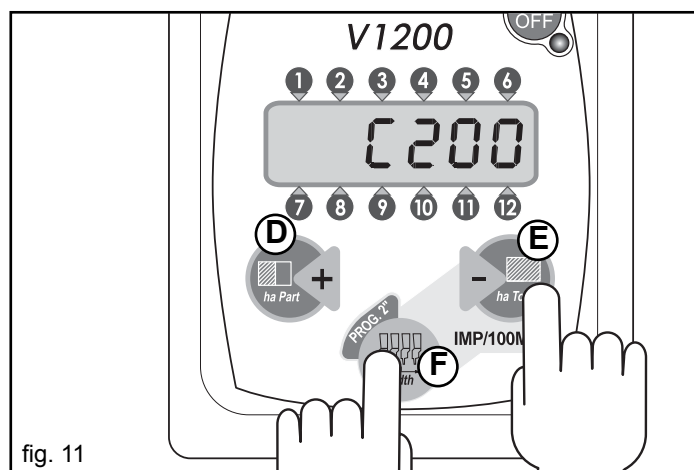

fig. 11
Cu monitorul pornit, țineți apăsată în același timp tastele (F) și (E) (Fig. 11), va apărea litera "C" pâlpâind, urmată de valoarea programată. Lăsați tastele și apăsați din nou pe rând tastele (D) și (E) pentru a mări respectiv a diminua valoarea programată. Ajungând valoarea dorită, țineți apăsată tasta (F) pentru a confirma valoarea, până când pe ecran va apărea lățimea de lucru. Pentru valoarea constantei **C** care trebuie introdusă manual, consultați tabelul de mai jos:
- 2) Vizualizați constanta **C** apăsând simultan tastele (F) și (E) (Fig. 11), iar pentru a începe calculul apăsați simultan tastele (D) și (E) (Fig. 11) până la aducerea la zero a ecranului, apoi lăsați tastele.